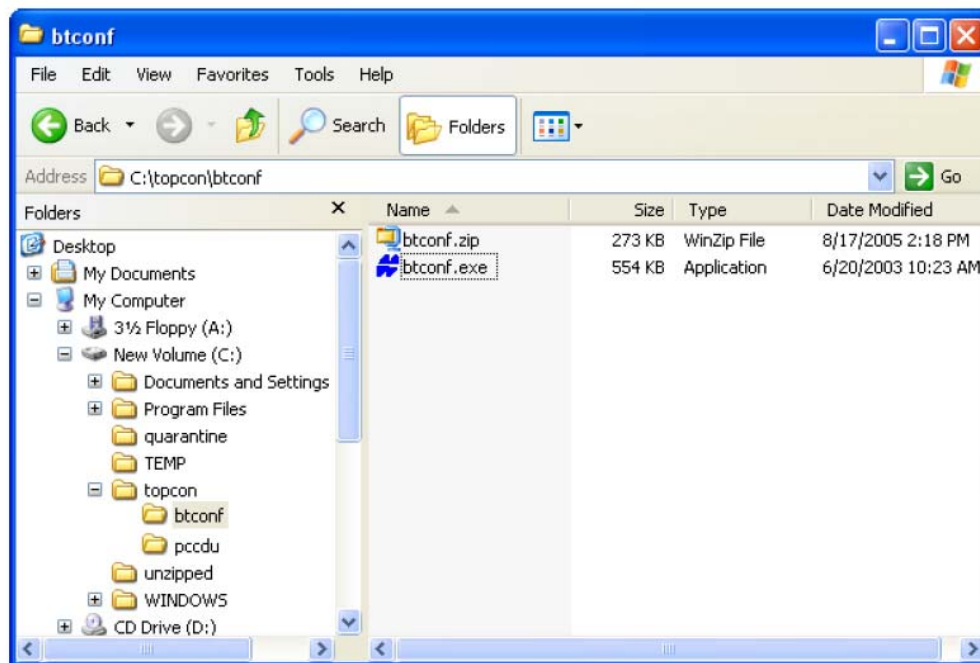

Рисунок 2-4.Извлечение программы и создание ярлыка
4. Создайте ярлык на рабочем столе вашего компьютера для быстрого доступа к BTCONF (см. рис. 2-4).